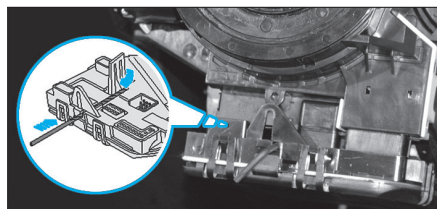

Fig. 6
- Introduire une tige de Ø 2,5 mm sur environ 45 mm pour déverrouiller la partie avant du calculateur de colonne de direction (Fig.6).